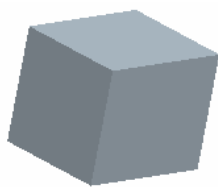
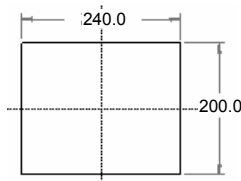

图 5.38.67 拉伸 1
图 5.38.68 截面草图
Step2. 创建图 5.38.67 所示的拉伸特征 1。在操控板中单击“拉伸”按钮 **拉伸**。选取 FRONT 基准平面为草绘平面，选取 RIGHT 基准平面为参考平面，方向为 **右**；单击 **草绘** 按钮，绘制图 5.38.68 所示的截面草图，在操控板中选择拉伸类型为 **拉伸**，输入深度值 200.0。单击 **✓** 按钮，完成拉伸特征 1 的创建。